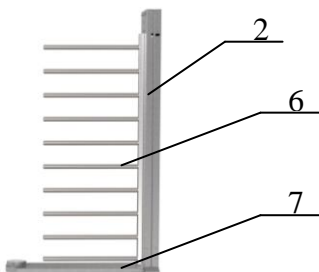

Рис. 1
1. Сборка турникета. Рис. 1, 2, 3 (вариант сборки двумя сборщиками):
прохода **2** (рис.1); состыкуйте указанные элементы друг с другом соединительными элементами и закрутите по три болта М12 с каждой стороны; поставьте собранный портал вертикально на месте установки турникета; закрепите к стойке ограничения прохода напольную плиту **7** (рис.1) четырьмя винтами М12.
Состыкуйте лопасть ограничителя прохода **6** (рис.1) со стойкой ограничения прохода **2** (рис.1) и закрепите винтами М8 с дистанционными втулками;